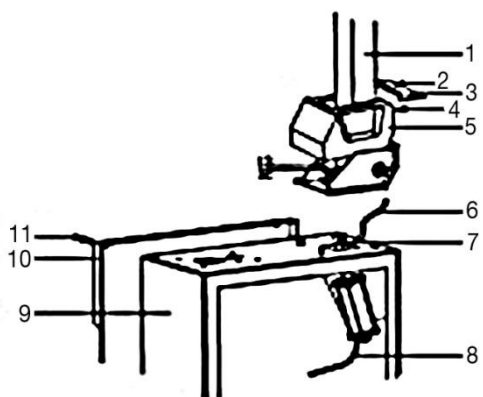

Abb. 3
1. Setzen Sie die Säule 1 (Abb. 3) auf die vier Bolzen oben auf dem Gehäuse 9 (Abb. 3), schieben Sie den Luftschlauch 6 (Abb. 3) durch das Loch. Ziehen Sie die vier selbstsichernden Muttern fest.
2. Setzen Sie die Schraube 13 (Abb. 3) in das Loch der Säule und verbinden Sie damit den Zylinder 7 (Abb. 3) des Kippzylinders, ziehen Sie diesen mit einer selbstsichernden Muttern fest 12 (Abb. 3)
3. Lösen Sie die beiden Schrauben 11 (Abb. 3) auf der linken Abdeckung 10 (Abb. 3) und entfernen Sie die Abdeckung. Verbinden Sie dann den eben genannten Luftschlauch mit einem der T-Luftauslässe im Inneren der Maschine.
4. Befestigen Sie die Kunststoff-Abdeckung 5 (Abb. 3) mit den zwei Schrauben 4 (Abb. 3)
5. Montieren Sie die Kunststoff-Rückseite 3 (Abb. 3) auf der Säule mit der Schraube 2 (Abb. 3)